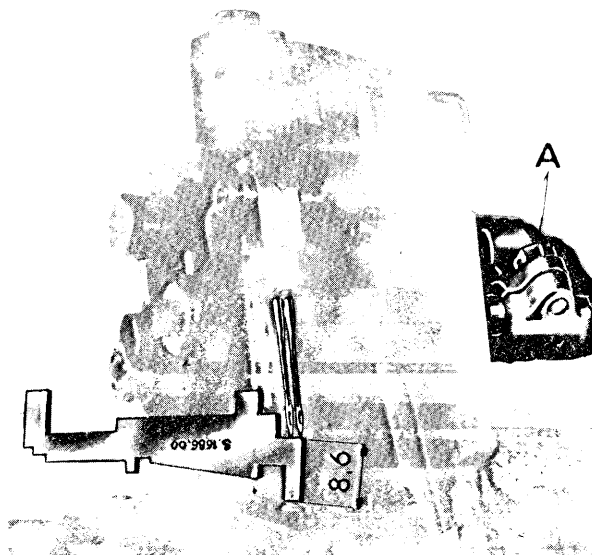

fig. 3
3. Posizionamento dell'ago (fig. 3):
- per effettuare correzioni in altezza del morsetto porta aghi agire sulla vite A (fig. 3), controllare con calibro S 1686.00.